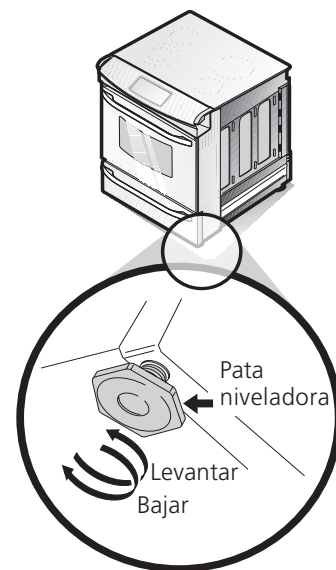

Figura 12
4. Nivele la estufa si es necesario ajustando las cuatro patas niveladoras con una llave (Ver la Figura 12 abajo). Se requiere un espacio libre mínimo de 1/8" (0.8 cm) entre la parte inferior de la estufa y los niveladores de las patas traseras para dejar espacio para los soportes antivuelco.